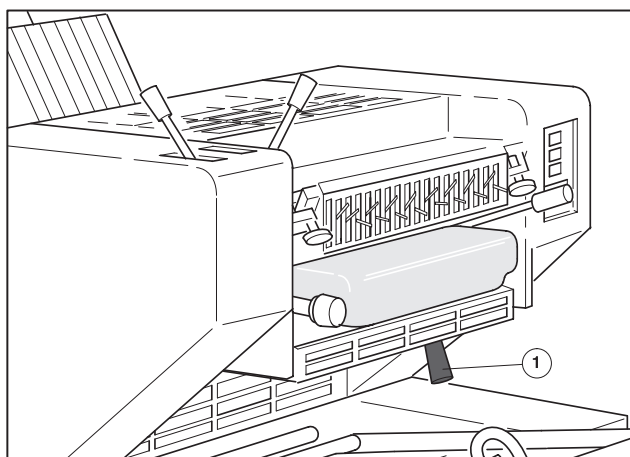

Рис. 35 Соединение увлажняющего и красочного аппаратов
- 1 Для наката краски соедините аппарат увлажнения с красочным аппаратом; рычаг (Рис. 35/①) установите вверх.